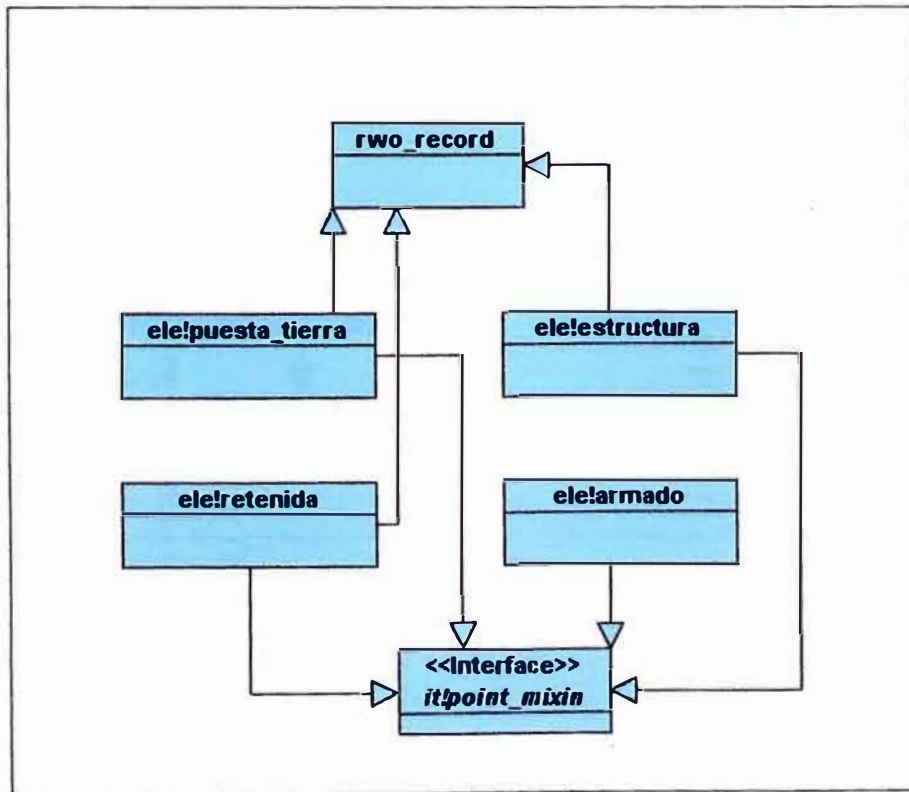

Figura 5.8 Clases de las Entidades que hacen referencia a las Estructuras
- Clases de las Entidades que hacen referencia a las Estructuras (figura 5.8)